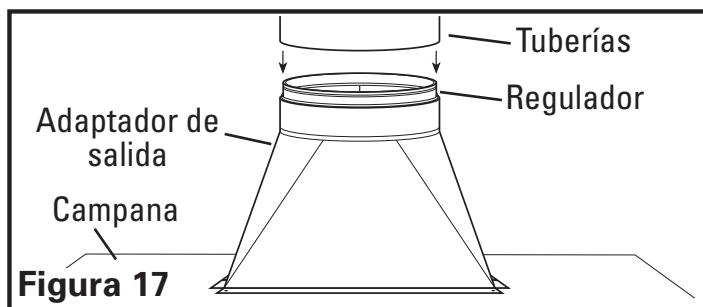

Figura 17
- Conecte las tuberías en el adaptador y regulador de salida. Asegure en el lugar usando cinta para sellar todas las juntas (Figura 17).